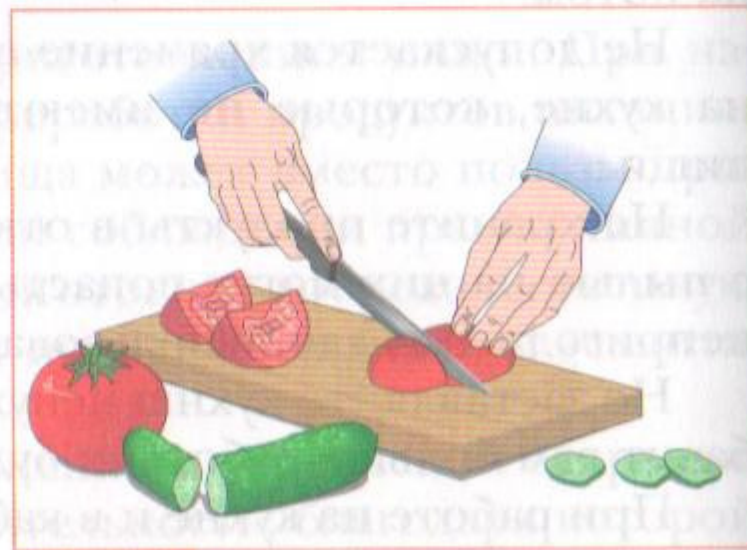

Рис. 126 Безопасные приёмы нарезки продуктов
- работать только хорошо заточенным ножом (рис. 126);